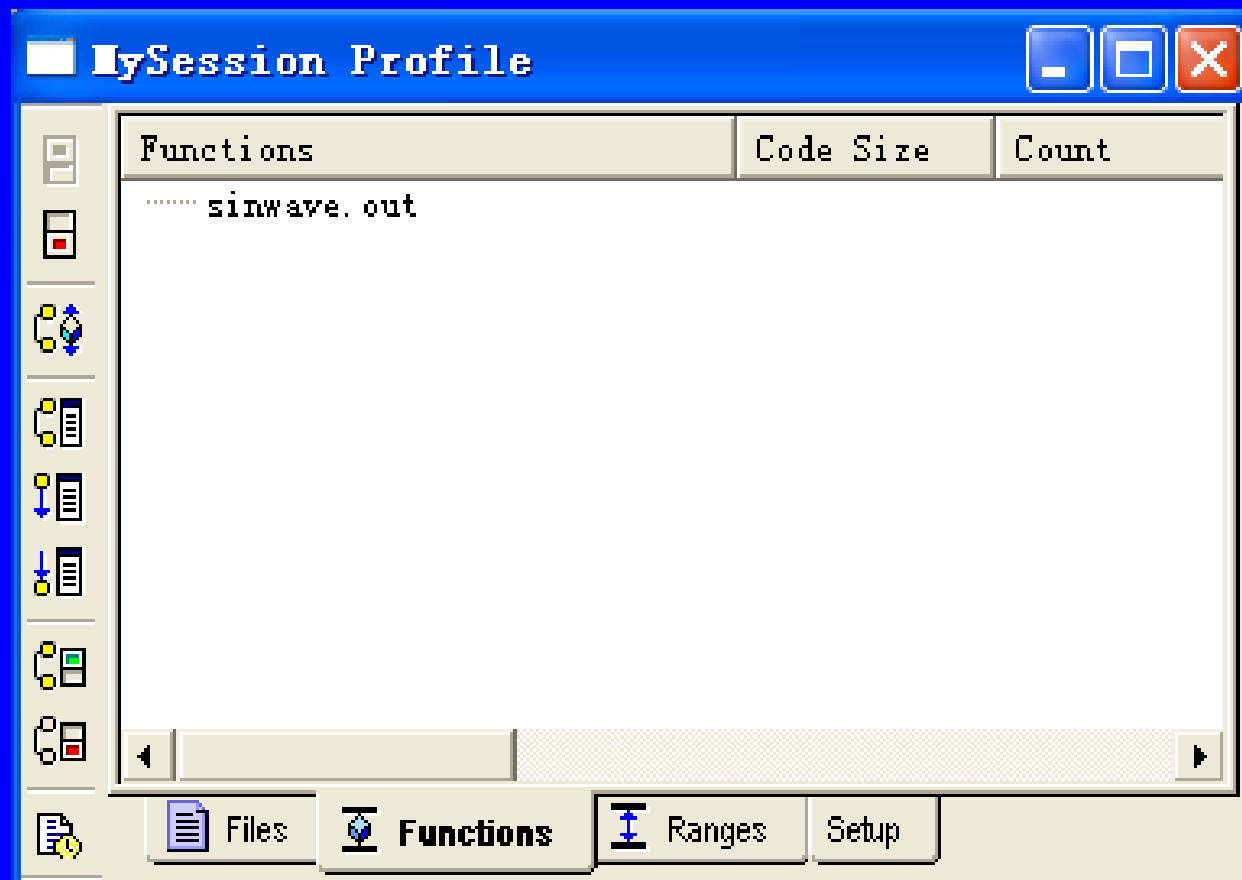
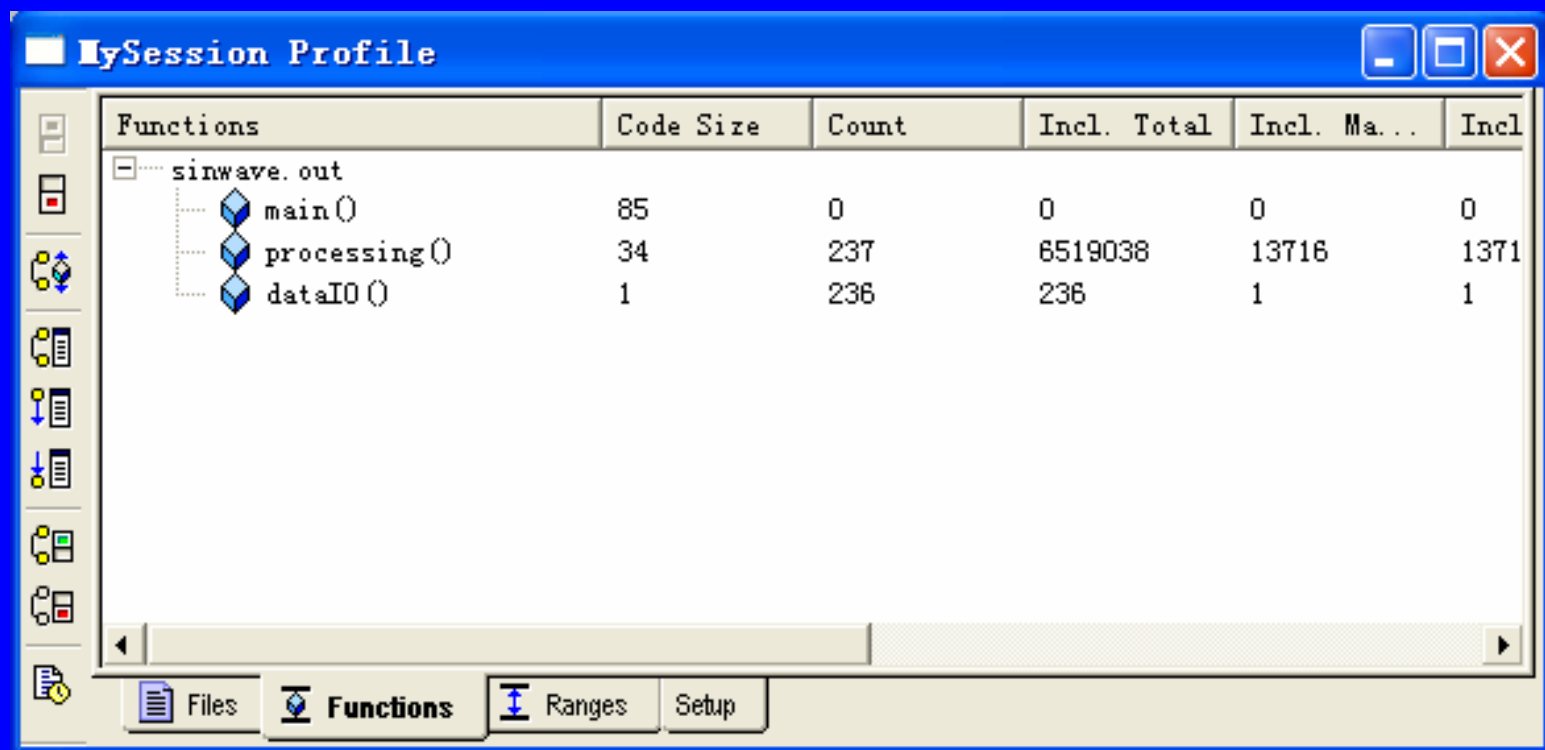

图4-26 分析窗口的**Functions**标签
图4-27 函数执行时间分析结果
- (1) 选择菜单命令**File→Reload Program**，重新加载程序**sinewave.out**。
- (2) 选择菜单命令**Profiler→Start New Session**，在打开的对话框中输入**MySession**作为代码分析统计观察窗口的名称，然后单击**OK**按钮，则打开分析（**Profiler**）窗口，单击**Functions**标签，并点击图标“**Profile All Functions**”，出现如图4-26所示的画面。
- (3) 在工程视图中双击**volume.c**以显示文件内容。
- (4) 程序运行约**1**分钟后停止，看到如图4-27所示的分析结果。